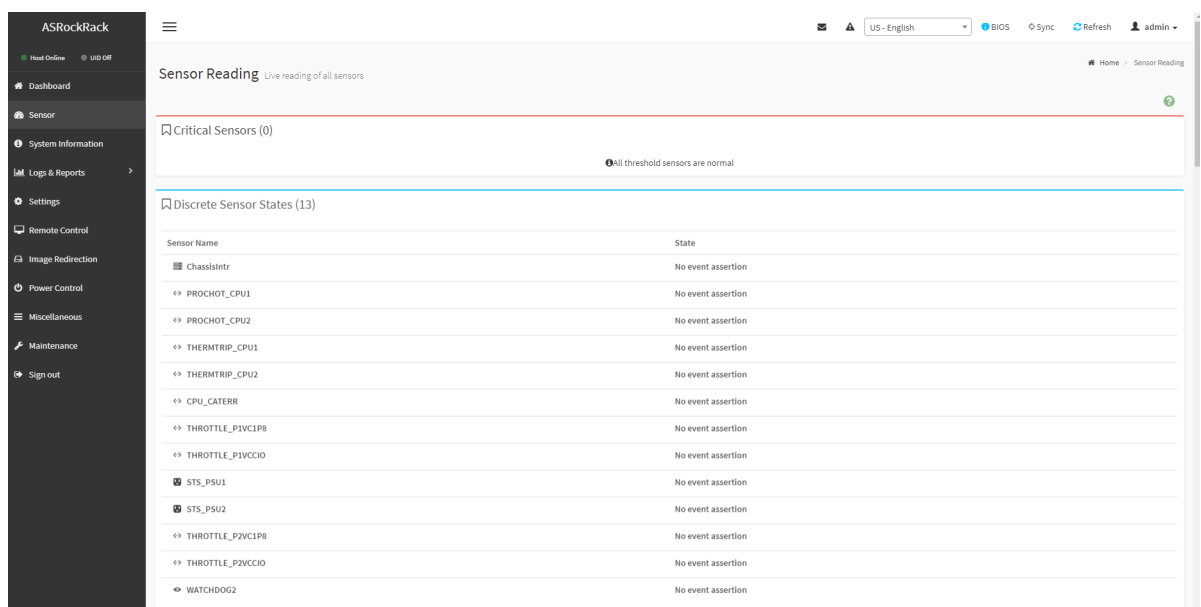

Рис. 78. Окно «Sensor»
- 8) Пройдите во вкладку «Sensor» в данной вкладке представляется информация обо всех датчиках в сервере. Окно показано на рис. 78 Окно «Sensor»